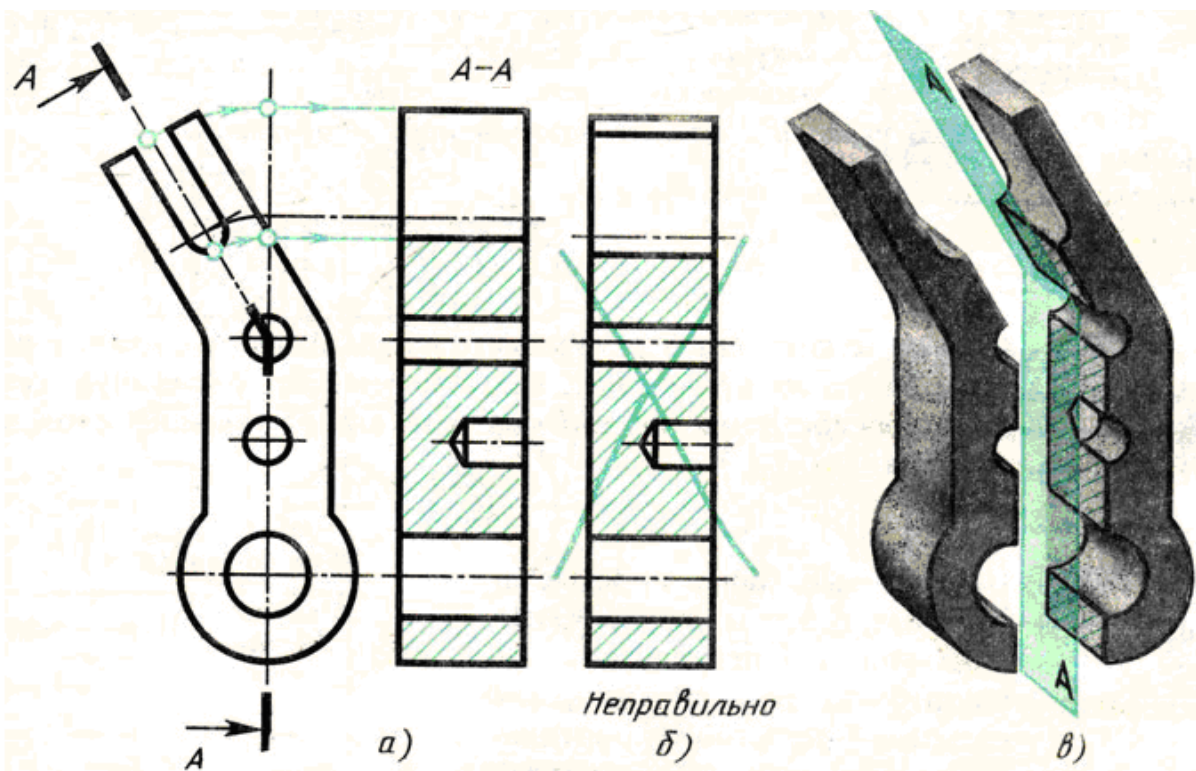

Рисунок 2
При построении ломаных разрезов наклонную секущую плоскость условно повертывают до совмещения с другой секущей плоскостью. В данном примере наклонная плоскость совмещена с вертикальной. При повороте плоскости наклонная часть детали изобразится на разрезе без искажения, т. е. в натуральную величину рисунок 2а. Без поворота плоскости разрез проецируется, как показано на рисунке 2б и деталь представляется в искаженном виде.
**Обозначение сложных разрезов.** Положение секущих плоскостей при сложных разрезах всегда отмечают разомкнутой линией со штрихами: начальным, конечным и в местах перегибов, рисунок 2. На начальном и конечном штрихах ставят стрелки, указывающие направление взгляда, и наносят одну и ту же прописную букву русского алфавита. Над разрезом делают надпись по типу А-А. Тип линии для обозначения положения секущих плоскостей, форму стрелок и буквы выбирают так же, как и для простых разрезов и сечений. При сложных разрезах разомкнутая линия имеет перегибы.